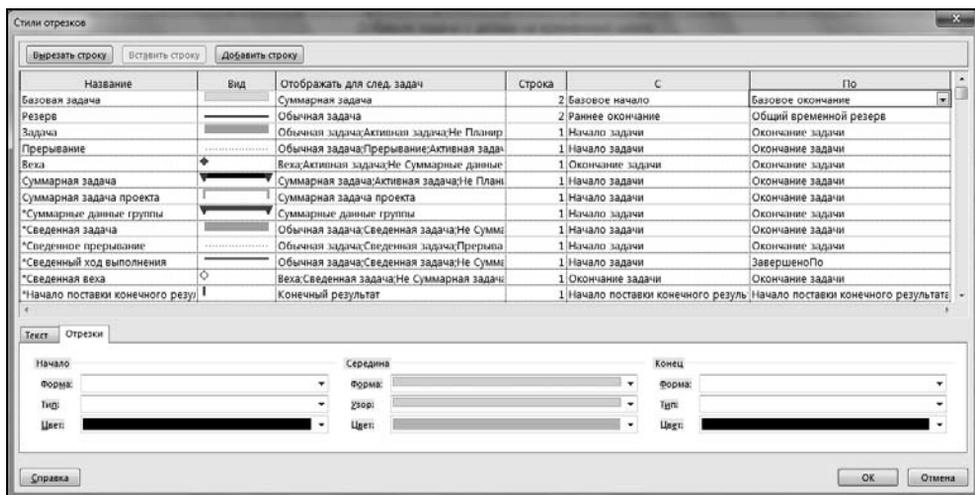

Рис. 8.5. Окно управления стилями отрезков
6. В ячейке **С** вновь созданной строки задач базового плана выбрать значение **Базовое начало**, в ячейке **ПО** — значение **Базовое окончание**. Внешний вид окна **Стили отрезков** показан на рис. 8.5.